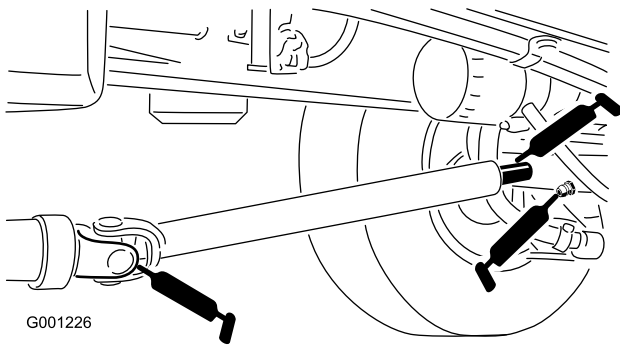

Figure 44
- Arbre de transmission (3) (Figure 44)